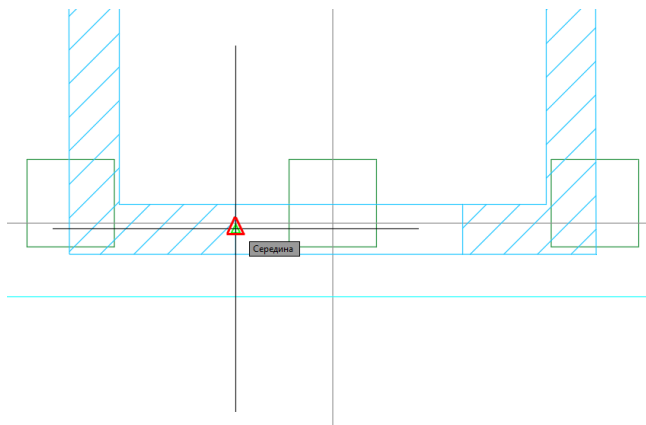

Рис. 14.6. Початкова точка полілінії для створення стіни
- прив'яжіть до середини лівої грані прорізу (рис. 14.6) та почніть звідси побудову полілінії;